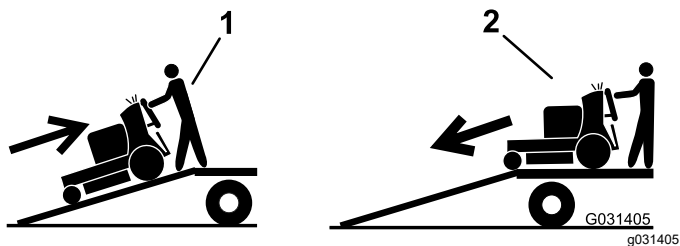

Figura 26
5. Risalite in retromarcia la rampa (Figura 26).